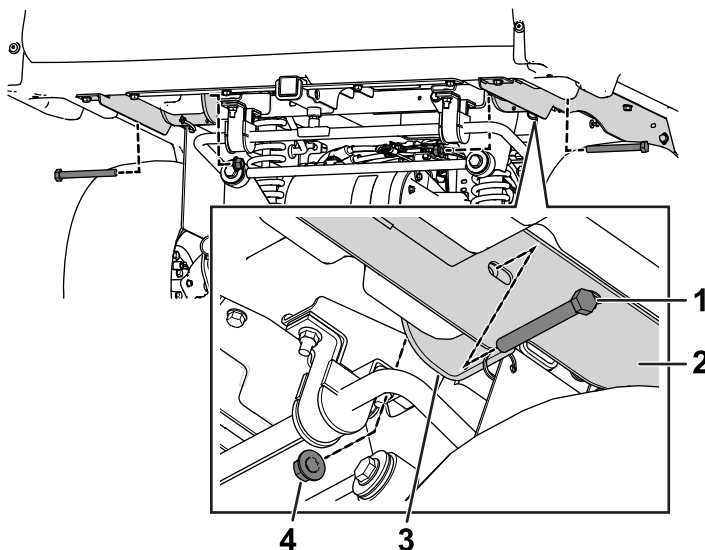

图 6
7. 小心放下货斗，直至枢轴支架中的孔与货斗支架中的安装孔对齐（图 6）。
8. 使用 2 个螺栓 ($\frac{1}{2} \times 4\frac{1}{2}$ 英寸) 和 2 个凸缘螺母将右货斗支架和左货斗支架固定到枢轴支架上（图 6）。